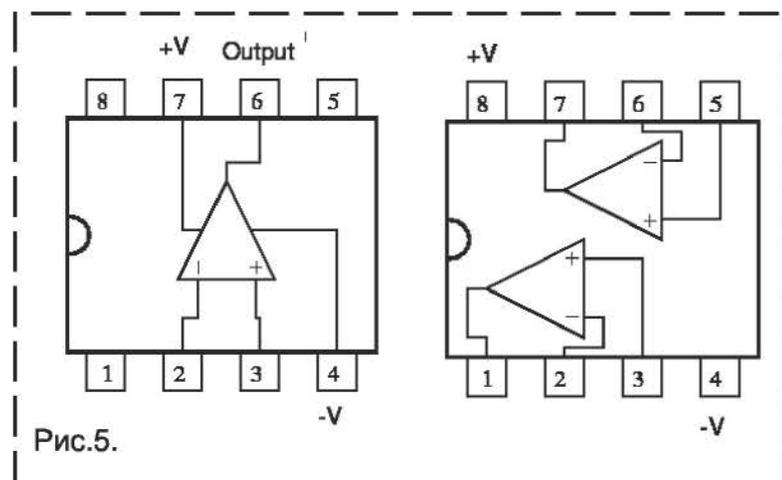

Рис.5.
**Таймер №4.** Его принципиальная схема приведена на рис. 4. Временная диаграмма, поясняющая алгоритм работы таймера №4 представлена на рис. 5.
Таймер №4, функционирует в режиме реального времени. Рабочий цикл – 24 ч. Назовем внутренний интервал времени от  $t_1$  до  $t_2$  – дневной интервал работы (рис. 5б). А интервалы от 0 до  $t_1$  (рис. 2) и от  $t_2$  до 24 ч соответственно ночной интервал №1 и
ночной интервал №2 (рис. 5а). В таймере №4 программируется два значения времени:  $t_1$  – начало дневного интервала (или конец ночного интервала №1) и  $t_2$  – конец дневного интервала (начало ночного интервала №2). В устройстве можно выделить четыре режима работы.